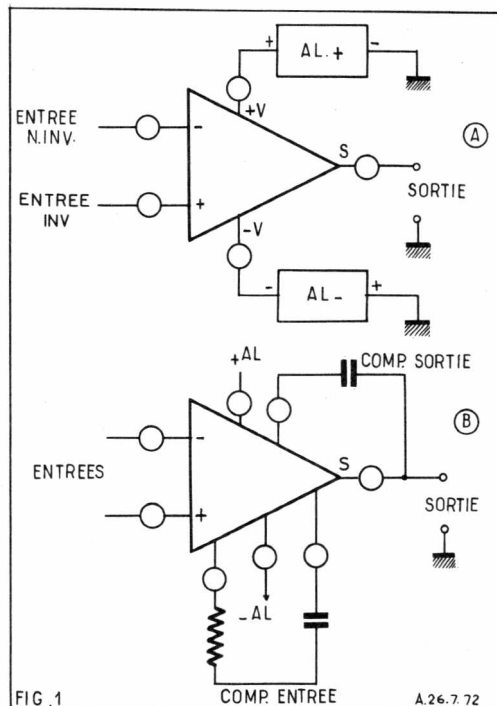

FIG. 1
LES générateurs dont la plus simple expression est l'oscillateur, sont réalisables avec des circuits intégrés, notamment avec des *amplificateurs opérationnels* possédant une entrée inverseuse et une entrée non inverseuse. Il suffira de créer une réaction positive entre la sortie et l'entrée pour obtenir, si certaines conditions sont remplies, l'oscillation sur une fréquence dont la valeur sera déterminée par les caractéristiques de sélectivité et de déphasage de la boucle de réaction. Un amplificateur opérationnel se symbolise généralement par un triangle comme le montre la figure 1 (A). Les différents points de terminaison sont en réalité des broches ou des fils selon le genre de boîtier : rectangulaire ou circulaire.
Dans un amplificateur opérationnel on peut également utiliser certains points pour la compensation d'entrée et celle de sortie comme on le voit en (B) figure 1.